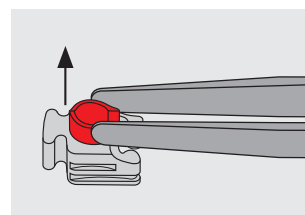

Fig. 1
- La partie femelle Mini-SG® Tuning est équipée de la gaine jaune (= friction la plus faible). Les trois autres gaines sont jointes. Le remplacement des gaines n'est possible qu'à l'aide d'une pincette (Fig. 1 / réf. 070347)!
Les trois autres gaines sont jointes. Le remplacement des gaines n'est possible qu'à l'aide d'une pincette (Fig. 1 / réf. 070347)!